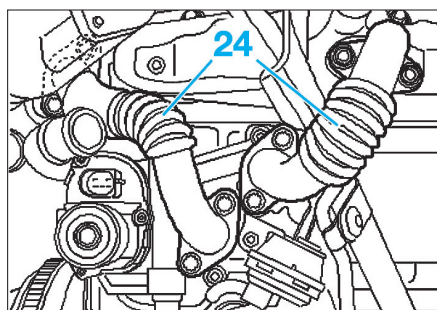

FIG. 152
- les conduits (24) (Fig.152),